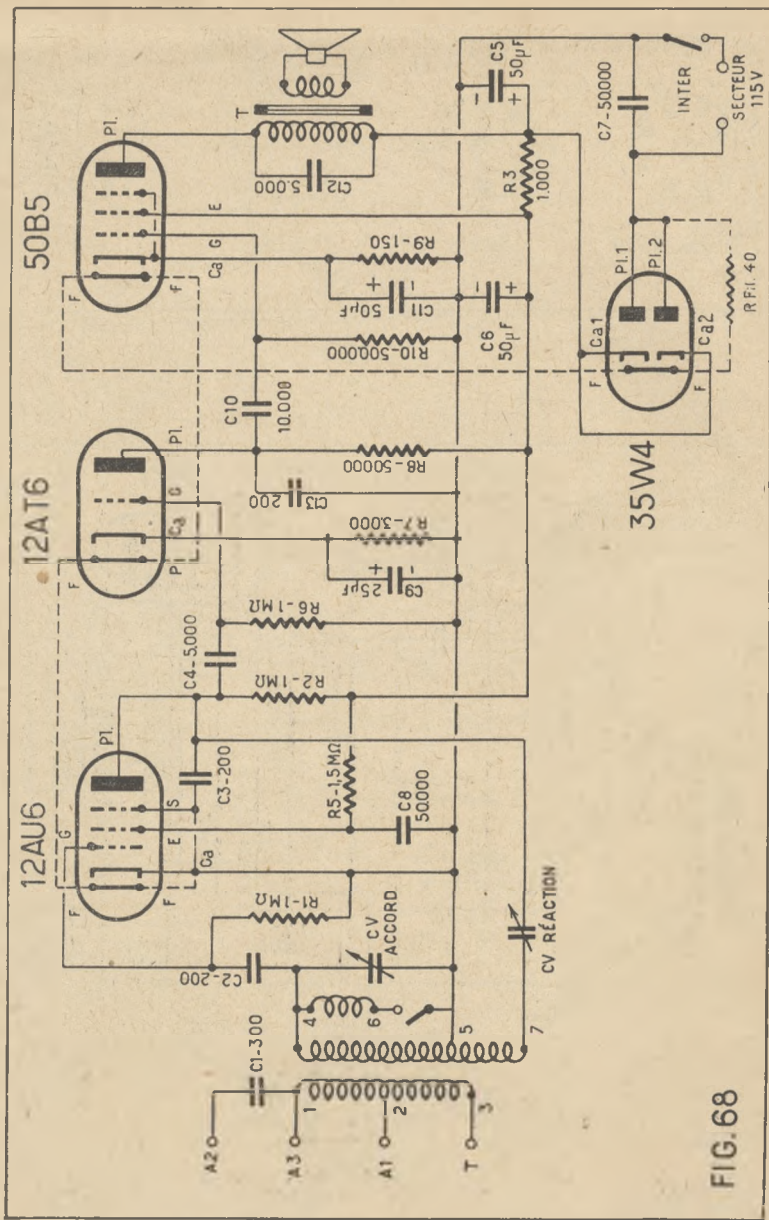

FIG.68
5. — **12AU6 — 12AT6 — 50B5 — 35W4.** — Récepteur de même conception que le N° 2, mais d'un rendement meilleur par suite de l'emploi d'une 12AU6, pour des raisons exposées plus haut. Son schéma complet est donné dans la fig. 68 et son plan de câblage, sauf en ce qui concerne les supports, est identique à celui de la fig. 66. Si la tension du secteur est de 110 volts, aucune résistance série pour les filaments n'est nécessaire ($R4''$ supprimée, comme sur le schéma). Pour un secteur dépassant 115 volts, il est prudent de prévoir $R4'' = 35$ ohms environ. Pour un secteur de 130 volts il est nécessaire de mettre $R4'' = 130$ à 140 ohms.